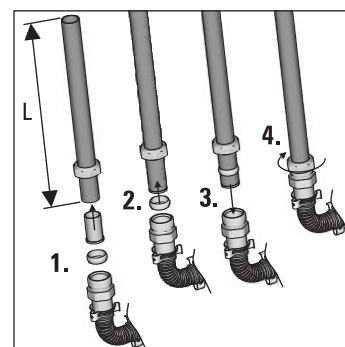

Figura 3-32 Unir los conductores de conexión con los empalmes
5. Una los tubos de conexión con los racores de aro cortante de los empalmes de conexión (figura 3-32).